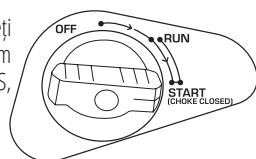

Fig. 10
6. După ce generatorul se oprește, lăsați-l să se răcească și închideți ventilul de aer de pe bușonul de combustibil (puneți pe „OFF”, așa cum se arată în Fig. 10, la oprirea funcționării pe benzină).
7. După ce generatorul se oprește, lăsați-l să se răcească și închideți ventilul de aer de pe bușonul de combustibil (puneți pe „OFF”, așa cum se arată în Fig.10, pentru modelele KS 2000i S, KS 2000iG S, KS 3000i S, KS 3000iG S - la oprirea funcționării pe benzină).